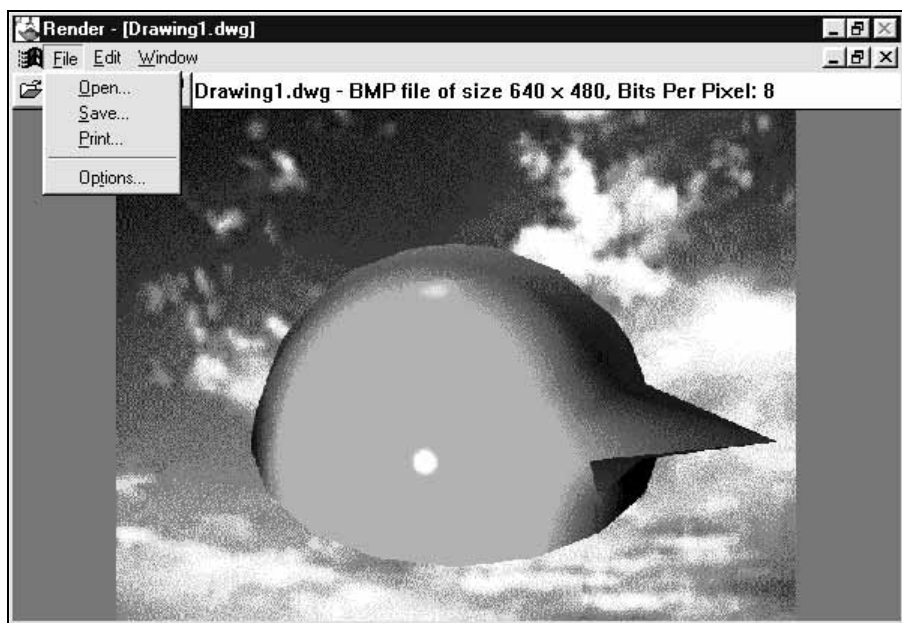

Рис. 10.31. Окно **Render** для работы с тонированными изображениями
3. Выполнить-tonирование модели, нажав кнопку **Render** (Тонирование). Появится окно **Render** с-tonированным изображением (рис. 10.31).